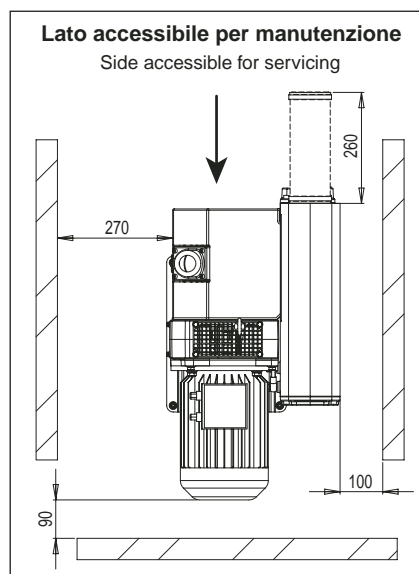

Fig.4
- Deve essere accessibile per una corretta e facile manutenzione rispettando le distanze minime da eventuali ingombri (Fig.4).
- It must be accessible for correct and easy maintenance, by respecting the minimum distances from possible obstructions (Fig.4).